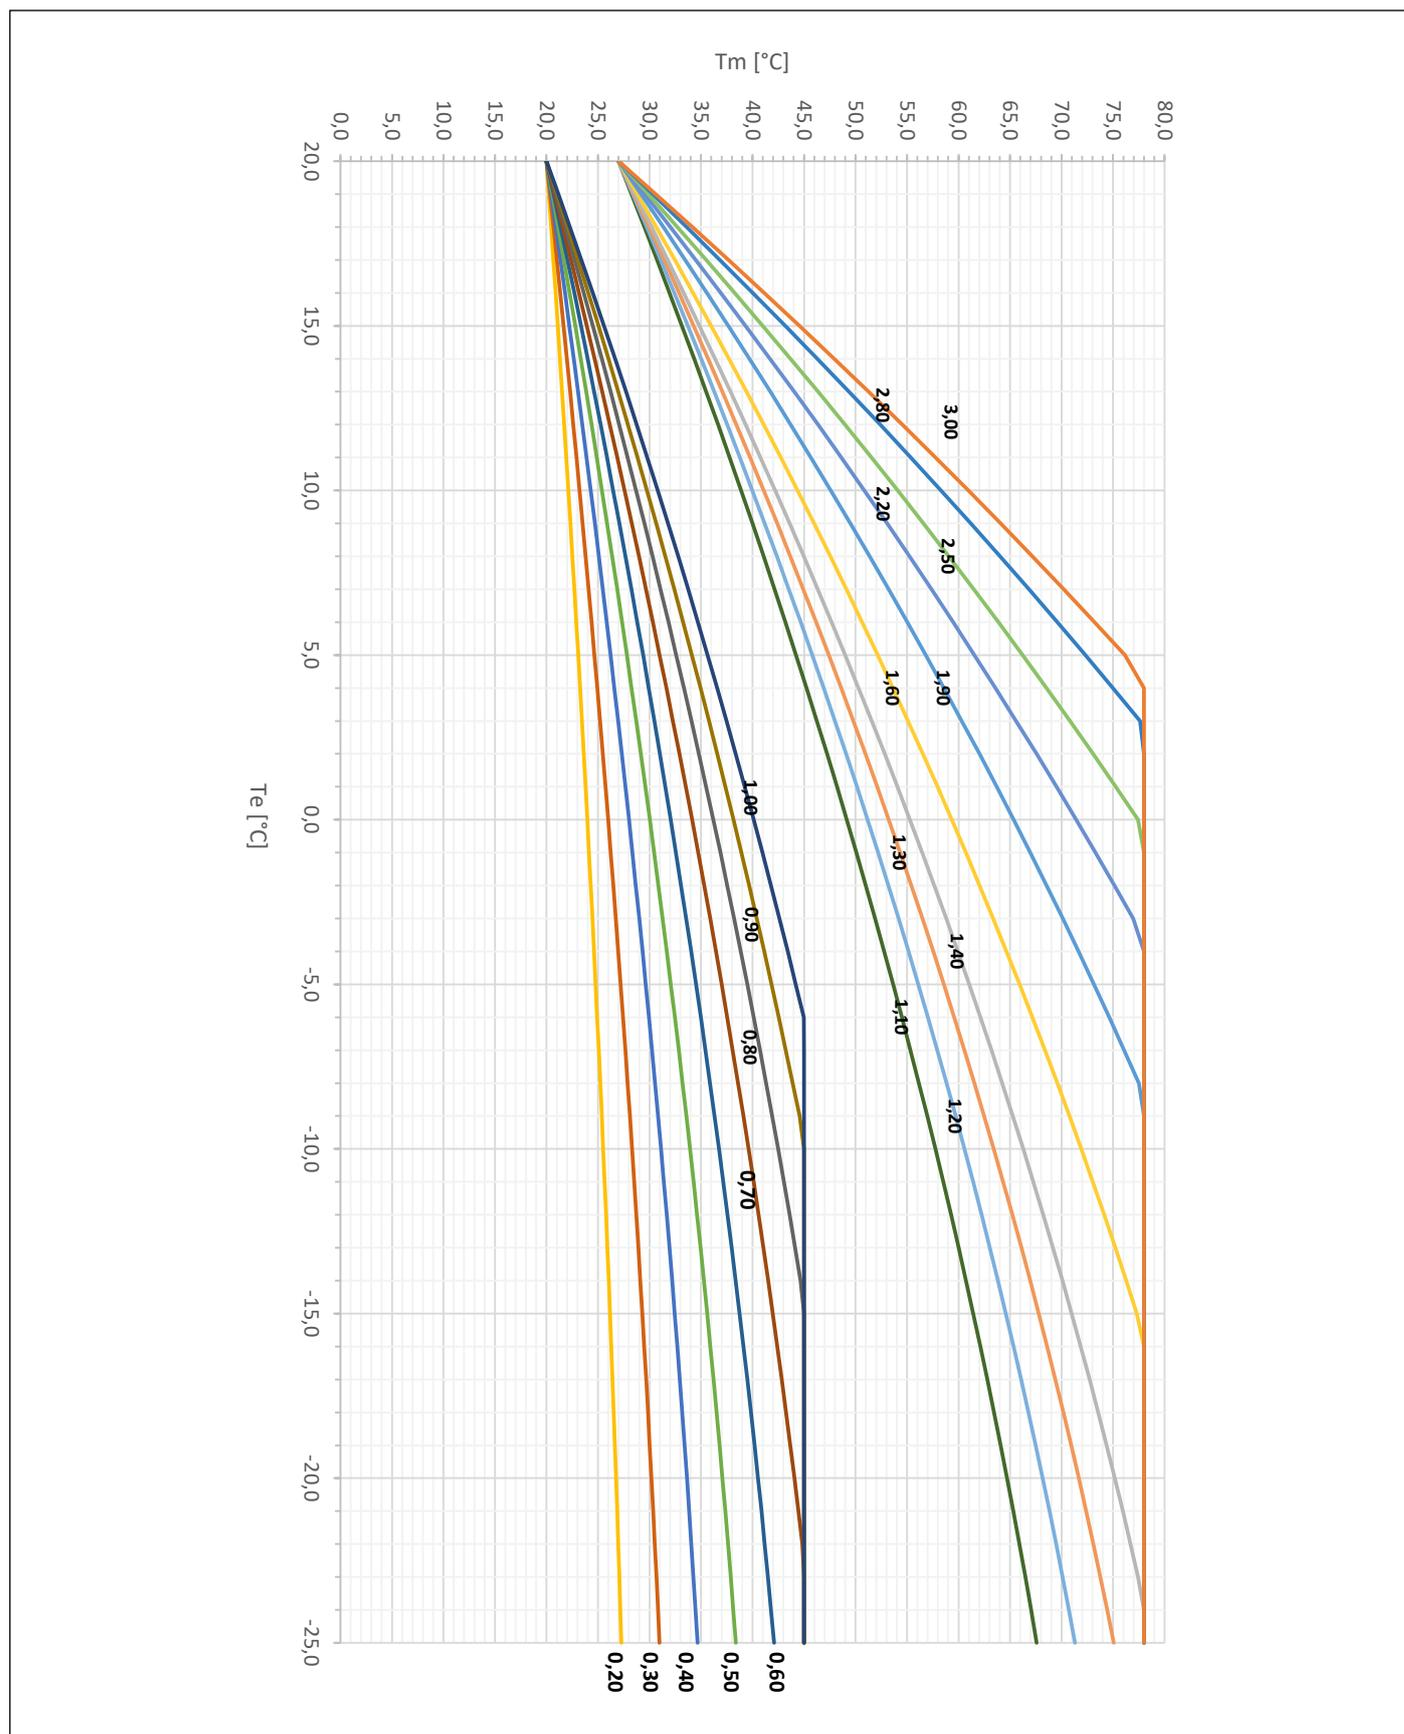

Fig. 16 Curve regolazione climatica
1. Scegliere la curva climatica tra le disponibili (da 0.00 a 3.00) in base ai dati di progetto (temperatura esterna e temperatura di mandata di progetto, dipendenti anche dalle caratteristiche dell'edificio) (vedere Fig. 16 Curve regolazione climatica a pagina 42 e Tab. 1 Valori curve climatiche a pagina 43).
- La curva climatica identificata dalla Fig. 16 Curve regolazione climatica e Tab. 1 Valori curve climatiche è la curva 0.80 (corrisponde al punto di lavoro massimo richiesto).